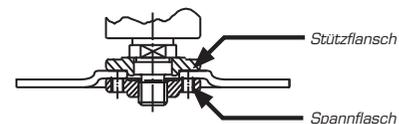

Abb. 11
- c) Für dünne Schleifkörper (< 3 mm) mit einer gekrümmten Innenseite schrauben Sie den Spannflansch (8) mit dem hervorstehenden Ansatz vom Schleifkörper wegzeigend an (Abb. 11).